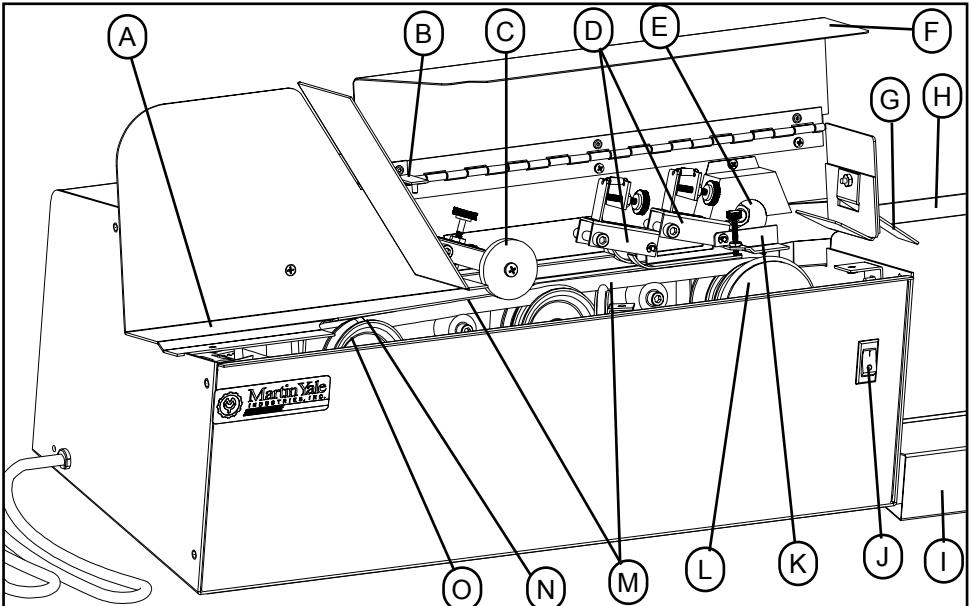
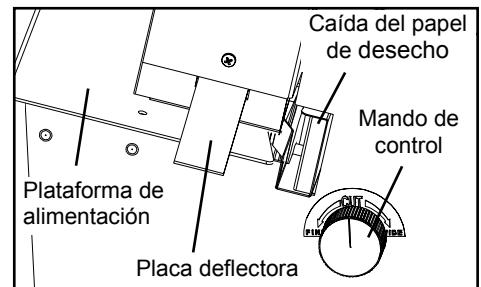

Figura 1
Figura 2
- * Tome nota de las dos correas gemelas en espiral (M, véase la Figura 1). Su acción en espiral y en dirección contraria a las agujas del reloj empuja los sobres contra la placa posterior y permite un corte de precisión. Fíjese en que la correa tiene una inclinación más marcada a la izquierda, la cual «decanta» los sobres hacia la correa a la derecha.
- * La rueda de transporte (no está mostrada aquí), que es otra de las características del Modelo 62002, actúa para asegurar adicionalmente que las piezas de mayor tamaño serán empujadas hacia dentro en la cubierta frontal (Figura 2).
Las cuchillas de afilado automático, de acero de precisión (E), cortan una banda medida en cada sobre, ya se encuentre éste hacia arriba o hacia abajo. El botón de control a la derecha (véase la figura 2) ajusta la cuchilla y permite que el operador pueda variar la anchura del corte, de mayor a menor.
La mayoría de los aparatos de abrir correo suelen tener un interior inaccesible y necesitan que se desmonte el sistema operativo para acceder a él. El Modelo 62002 posee un rasgo único que resuelve este problema, pues su cubierta tiene una división longitudinal en dos mitades, frontal (véase la Figura 2) y dorsal. La frontal es desmontable, lo cual permite que la limpieza, la inspección y las reparaciones del interior del abrecartas sean más fáciles.
Se trata de una instalación única. Busque la cajita de plástico en el interior del embalaje de cartón. En su interior se encuentra la placa deflectora, con un baño de níquel, y el tornillo. Simplemente atorníllela hacia fuera, tal como muestra la Figura 2.
El receptor de sobres abiertos debe simplemente estar situado para recibir los sobres ya procesados conforme el aparato los expulsa (véase la Figura 1 para su emplazamiento). La papelera se sitúa en el estrecho hueco que deja el receptor de sobres abiertos. Ambas piezas se alinean entre sí de tal manera que la pared interior y frontal de la papelera toque el borde frontal de la pestaña que sobresale de la caída del papel de desecho. (Véase la Figura 2)
Con el mando de control (Figura 2) verifique la anchura de corte deseada, de mayor a menor. El corte debe ser lo suficientemente profundo como para que abra limpiamente los sobres, pero lo bastante fino como para asegurarse de que la cuchilla no entra en contacto con el contenido del sobre, ya que puede tratarse de cheques, giros postales, etc. o monedas, grapas o clips. Asegúrese de que el Modelo 62002 está en posición OFF, indicada por la O del interruptor de encendido y apagado. Conecte el aparato en el enchufe apropiado de corriente eléctrica.